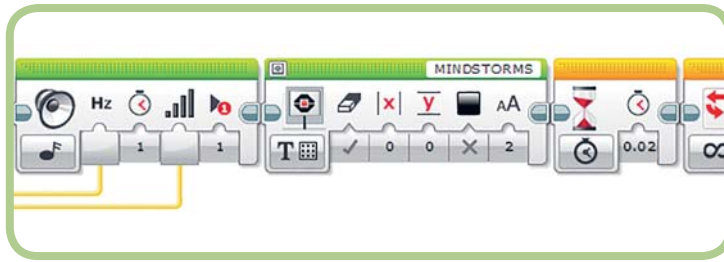

Рис. 8.17. Добавление блока **Экран (Display)**
1. Добавь блок **Экран** (Display) после блока **Звук** (Sound). Выбери режим **Текст** (Text) ⇒ **Сетка** (Grid) (рис. 8.17).